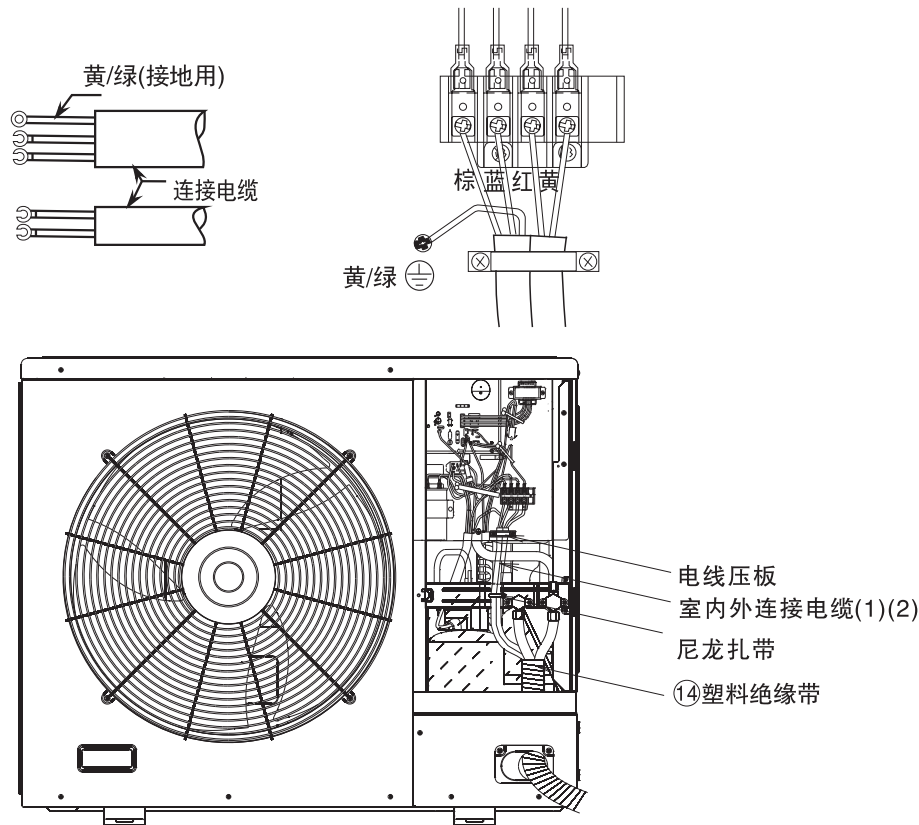

图 24
- (1) 参照P22页“连接盖板的拆卸”内容，将连接盖板拆除。
- (2) 将连接电缆穿过连接管盖板，再穿过阀门安装板上的扎带，待接线完毕后再将扎带拉紧，并将扎带多余部分剪掉。
- (3) 把连接电缆按电气接线图所示正确地牢固连接。(紧固力矩为0.8~1.5N·m)
- (4) 用电线压板将连接电缆压住后，用螺钉紧固，如图24。